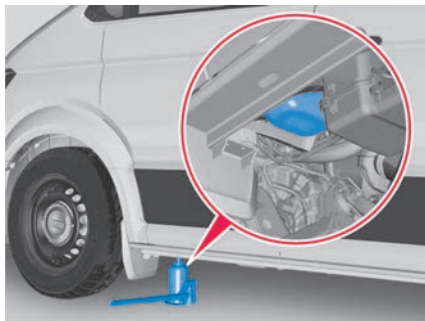
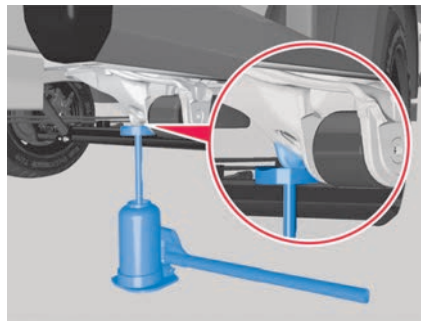
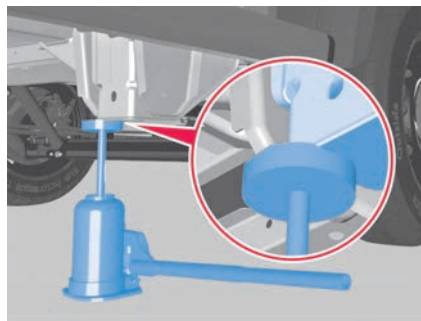

Abb. 216 Pritsche und Fahrgestell: Aufnahmepunkte für den Wagenheber vorn.
Abb. 217 Pritsche und Fahrgestell: Aufnahmepunkte für den Wagenheber hinten bei Einfachbereifung.
Abb. 218 Pritsche und Fahrgestell: Aufnahmepunkte für den Wagenheber hinten bei Zwillingsbereifung.
Der vordere Aufnahmepunkt befindet sich hinter der Vorderachse unterhalb der Trittschwelle der vorderen Tür → **Abb. 216**.
Die Wagenheberaufnahme hinten befindet sich bei Einfachbereifung neben der vorderen Aufnahme für die Blattfeder → **Abb. 217** und bei Zwillingsbereifung an der Federkonsole → **Abb. 218**.
3. Wagenheberaufnahmepunkt unter dem Fahrzeug suchen, der dem zu wechselnden Rad am nächsten liegt → **Abb. 216**, → **Abb. 217** oder → **Abb. 218**.